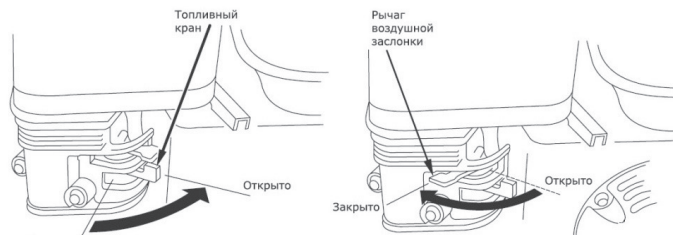

Рис. 10
3. Поверните топливный кран в положение «Открыто» (Рис. 10);
4. Поставьте рычаг привода воздушной заслонки в положение (Рис. 10)